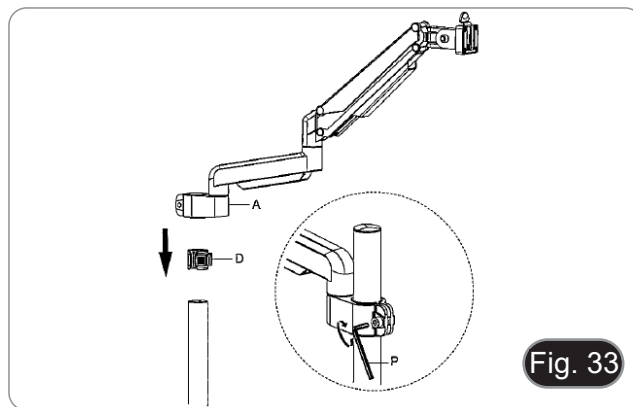

Fig. 33
- **NOTA:** il coperchio di plastica (H) serve anche come contenitore per le chiavi a brugola utilizzate per il montaggio e la regolazione della tensione delle varie parti.
6. Inserire l'anello di prevenzione discesa (D) nella colonna.
7. Inserire il braccio flessibile (A) e serrare la vite di fissaggio. (Fig. 33)